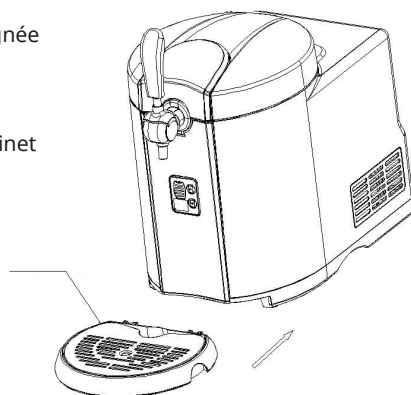

Figure 2
3. Faites glisser le plateau d'égouttage dans l'ouverture prévue (voir la figure 2).